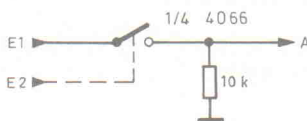

Bild 29. Analogschalter als AND-Gatter mit zwei Eingängen.
**AND-Gatter mit zwei Eingängen:** A wird nur dann H, wenn  $E1$  und  $E2=H$  (Bild 29);